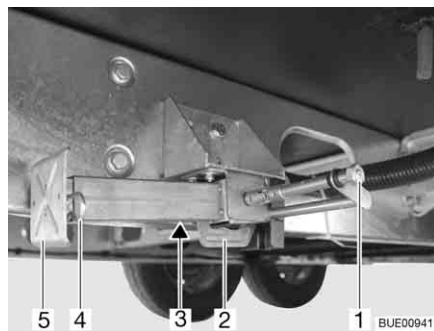

Fig. 47 Vérin stabilisateur
- Placer la clé à pipe sur l'écrou à six pans (Fig. 47,1) et tourner jusqu'à ce que le vérin stabilisateur soit en position verticale vers le bas.
- Lorsque la longueur des vérins stabilisateurs est réglable, faire sortir la goupille (Fig. 47,4) de la rallonge du pied d'appui (Fig. 47,5).
- Placer la clé à pipe sur l'écrou à six pans (Fig. 47,1) et tourner jusqu'à ce que le vérin stabilisateur se dégage du sol.
- Rentrer complètement la rallonge du pied d'appui (Fig. 47,5) et insérer la goupille (Fig. 47,4) dans le trou prévu à cet effet.
- Tourner l'écrou à six pans (Fig. 47,1) jusqu'à ce que les vérins stabilisateurs soient pivotés vers le haut et que la glissière (Fig. 47,2) soit arrivée complètement à l'extrémité de la fente (Fig. 47,3).